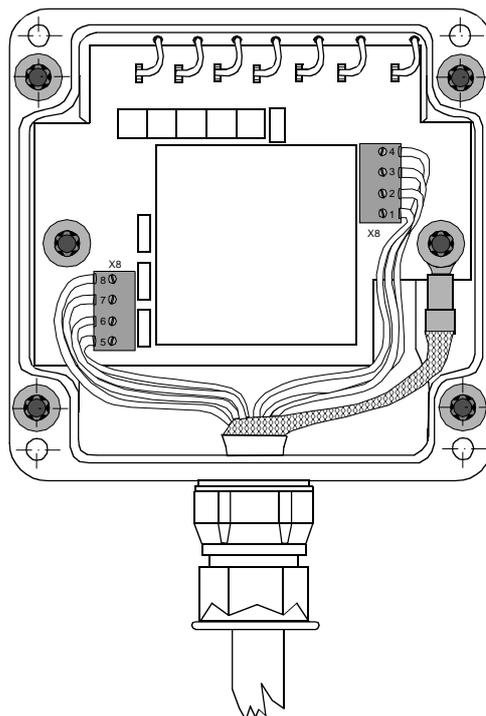

Figura 4-9. Conexão do cabo de sinal na caixa de junção na bobina sensora
2. Conecte o cabo ao bloco de terminais dividido X8 de acordo com a figura 4-9 a tabela 4-3. Mantenha a fiação na caixa de junção o mais curto possível.